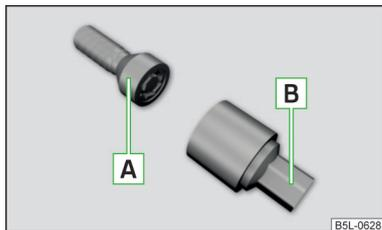

Fig. 150
Les boulons de roues antivol protègent vos roues contre le vol. Ils peuvent être **détachés/serrés** uniquement avec l'adaptateur **[B]** » fig. 150.
- Insérez l'adaptateur **[B]** » fig. 150 jusqu'à la butée sur le boulon de roues antivol **[A]**.
- Enfoncez la clé démonte-roue jusqu'en butée sur le boulon de roue. Pour les boulons de roues antivol, utilisez l'adaptateur correspondant » fig. 150 à la page 141.